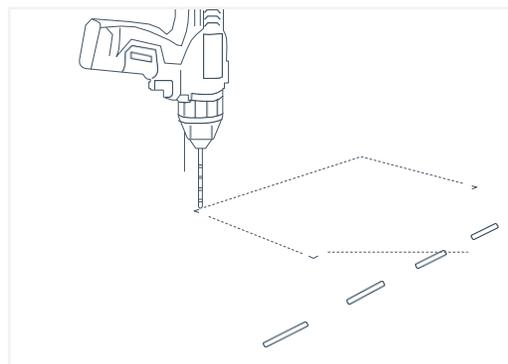

Fig. 2
3. Percez un trou de 1/2 po dans le coin de l'ouverture requise (Fig. 2).